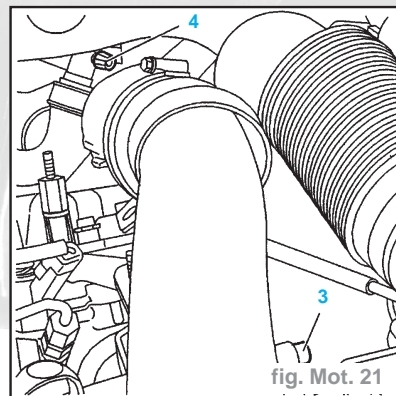

fig. Mot. 21
- Ouvrir les vis de purge (3) et (4) (fig. Mot. 21).